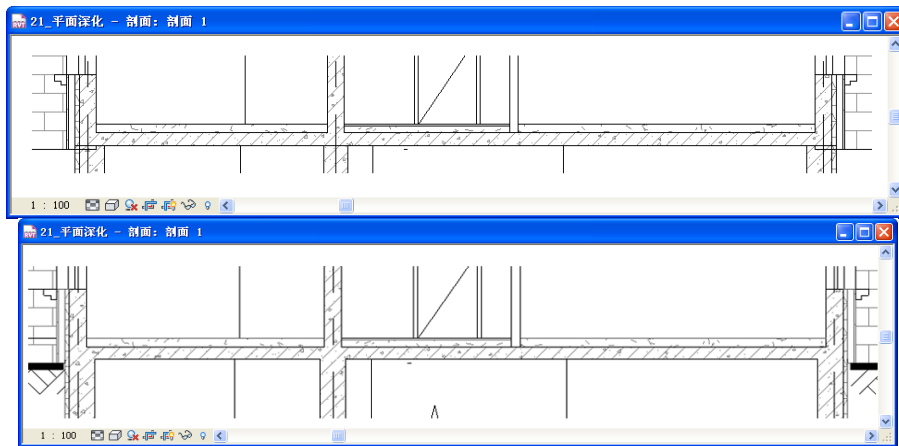

图 6-52
- 13) 进入剖面“1”, 单击“修改”选项卡>“几何图形”面板下“连接”命令, 选择“基础墙: JC\_50+ (300)”、“叠层墙: WQ\_剪\_X6400”、“楼板: SH-100+ (150)”进行连接, 修剪 F1 标高处的楼板与墙体的交接, 连接后效果 (如图 6-52 所示)。